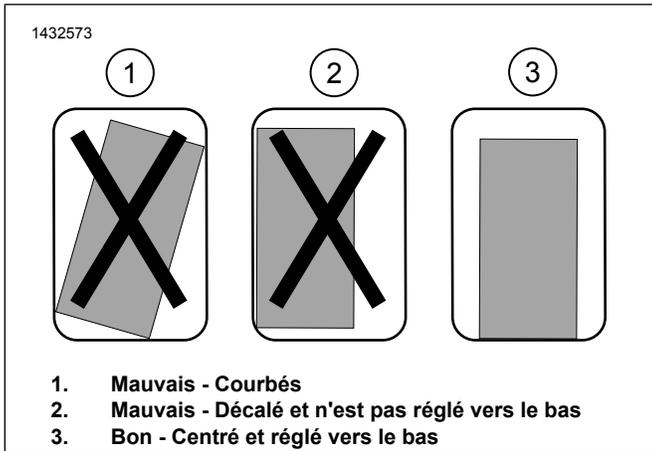

Figure 11. INSTALLATION DU SUPPORT DE MONTAGE
- a. Figure 11 Testez l'adaptation du support de montage. Le support doit être droit, centré et aussi près que possible du bas de la sacoche.
- c. Figure 11 Testez l'adaptation pour l'emplacement final pour assurer que support est droit, centré et aussi près que possible du bas de la sacoche.